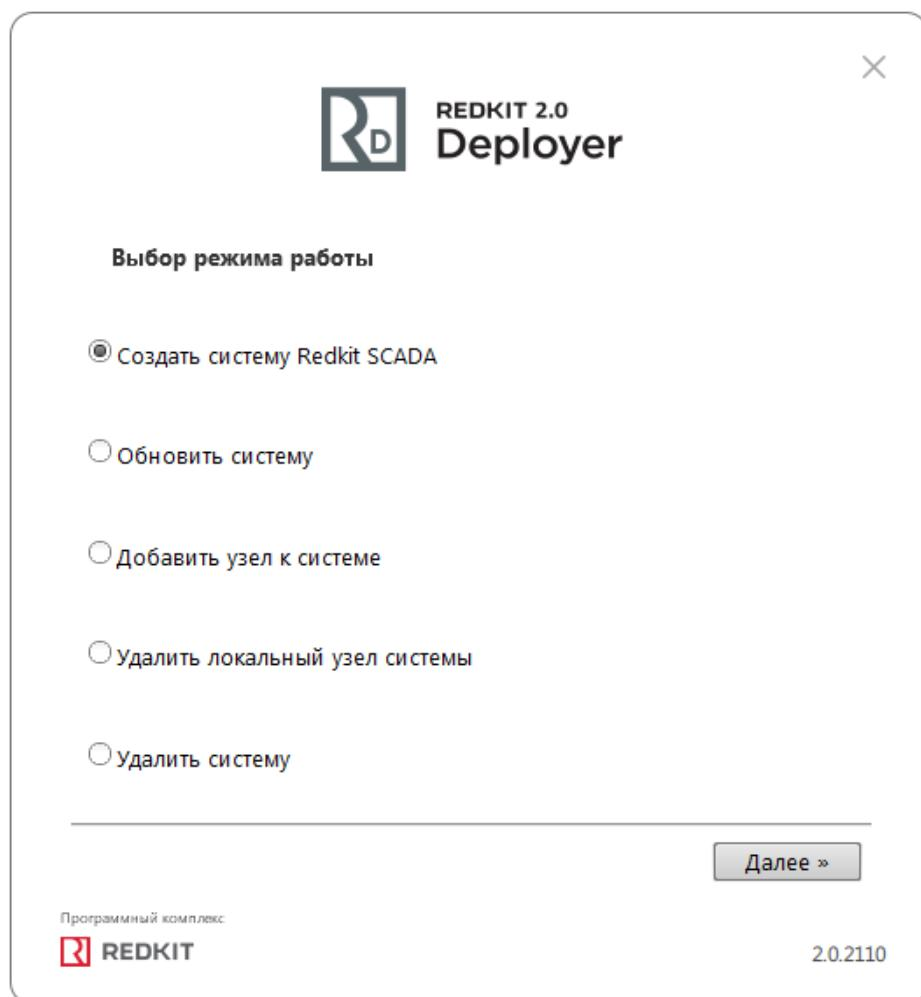

Рисунок 67 - Выбор режима работы
5. Выберите режим работы "Создать систему Redkit SCADA" и нажмите "Далее" (Рисунок 67).